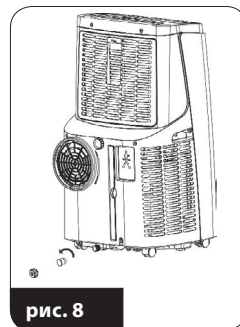

рис. 8
- подставьте плоский сосуд под нижней пробкой для слива воды (13)
- отвинтите крышку, удалите резиновую пробку (рис. 8)